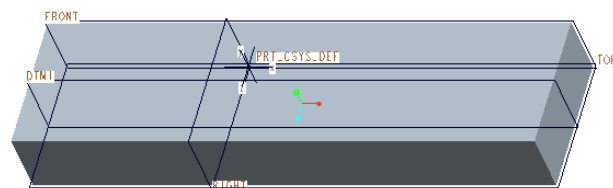

図 4-13 データム平面「DTM1」
- 「保存したビュー リスト」の「標準方向」をクリックして図 4-13 のように完了する。